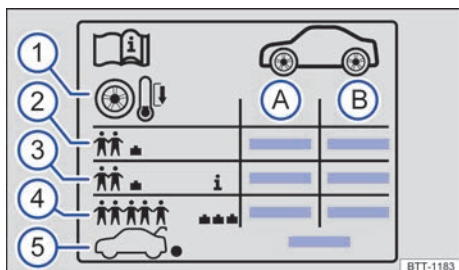

Fig. 281 Símbolos en el adhesivo de la presión de inflado de los neumáticos.
Datos que figuran en el adhesivo de la presión de inflado de los neumáticos → **fig. 281**:
En función del vehículo, el adhesivo de la presión de inflado de los neumáticos puede incluir una presión de inflado de confort → fig. 281 ②. La presión de inflado de confort permite aumentar el confort de marcha. Cuando se circula con la presión de inflado de confort, puede que se incremente el consumo de combustible.